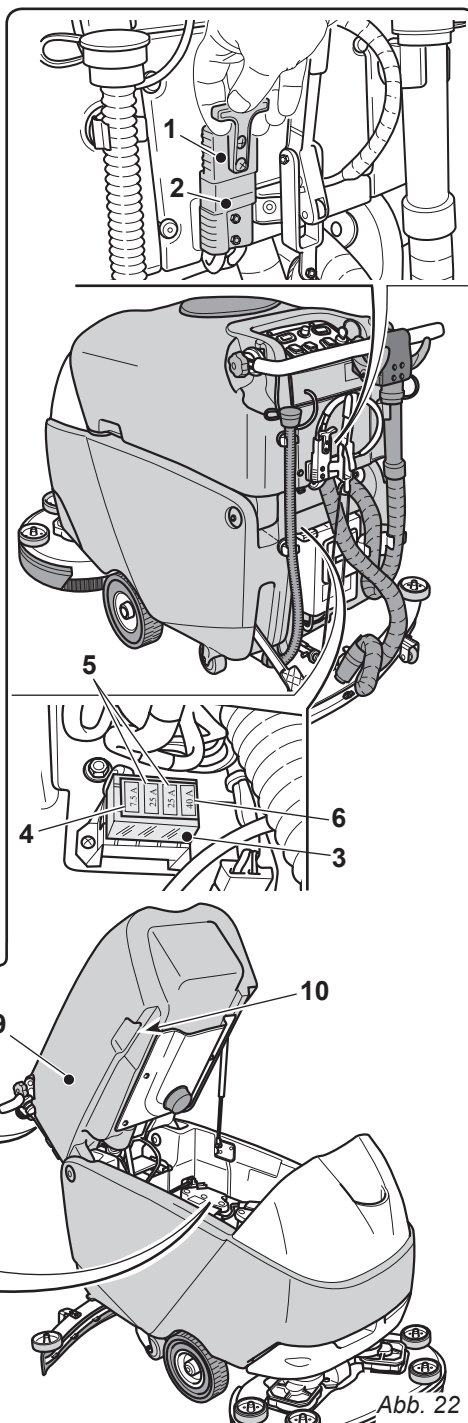

Abb. 22
10.1.g - Auswechselung der Sicherungen (Abb. 22)